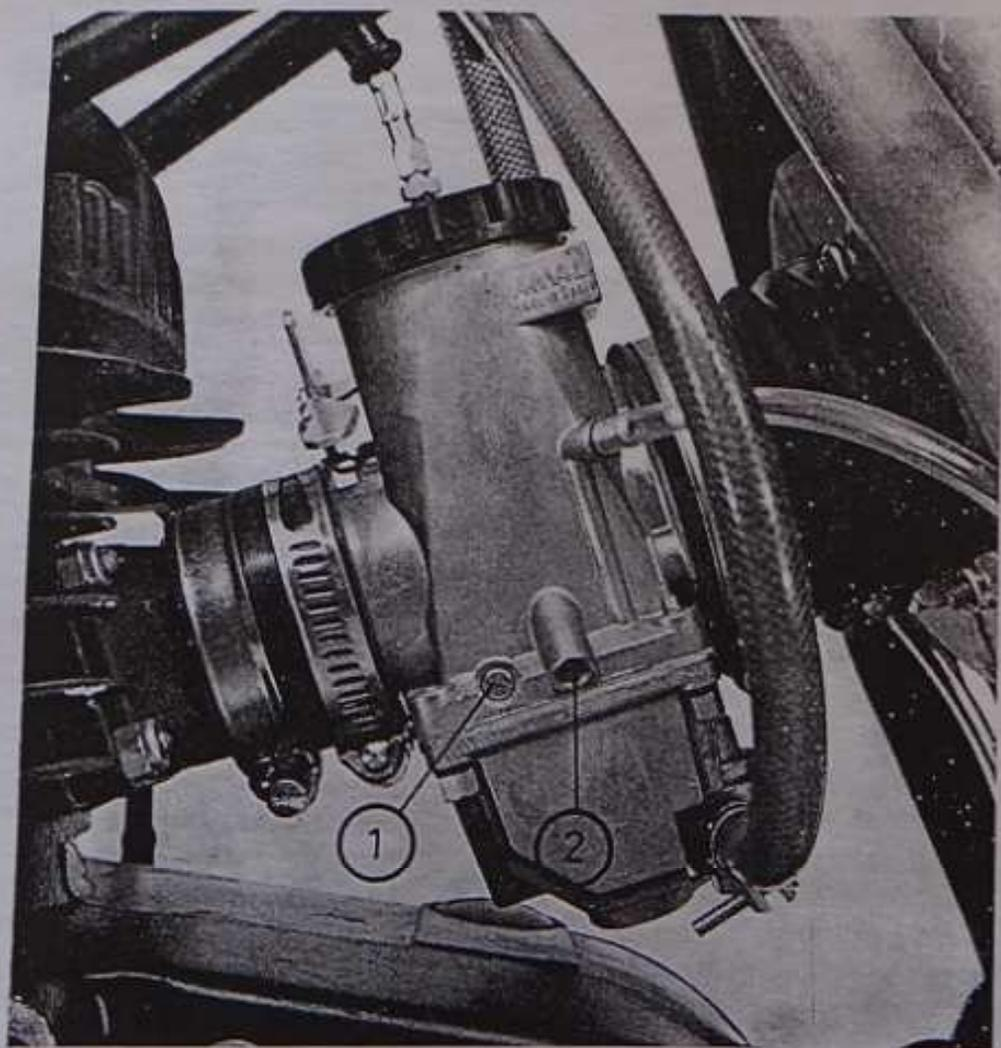

Fig. 13
4. **Ajuste de la marcha lenta (ralentí).** La marcha lenta adecuada es aquella que permite rodar a muy pocas revoluciones en primera velocidad. Para ello, graduar el tornillo 2 situado en el lado izquierdo del carburador (fig. 13). Para aumentar o disminuir la marcha lenta se debe roscar o desenroscar dicho tornillo 2.
Para graduar la mezcla se dispone del regulador del aire 1 (fig. 13), situado en el lado izquierdo del carburador. Para determinar la posición del regulador del aire, poner el motor en marcha lenta, roscar el regulador hasta el fondo y luego desenroscar $\frac{1}{4}$ de vuelta. Si el motor no soporta bien esta graduación, roscar el regulador hasta que el motor tienda a pararse por mezcla demasiado rica. En este momento desenroscar el regulador hasta que el motor tienda a pararse por mezcla demasiado pobre. La graduación más adecuada será la media entre ambas graduaciones.